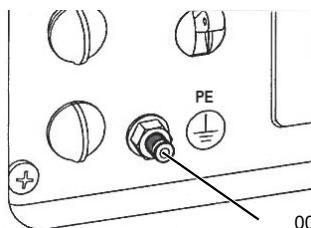

Figura 3-1. Conexión a tierra del generador
El generador está equipado con una conexión a tierra que conecta la estructura del generador y los terminales de tierra en las tomas de corriente de CA (consulte NEC 250.34 (A)). Esto permite que el generador se utilice como generador portátil sin conectar a tierra la estructura del generador como se especifica en el artículo 250.34 del NEC. Consulte la **Figura 3-1**.